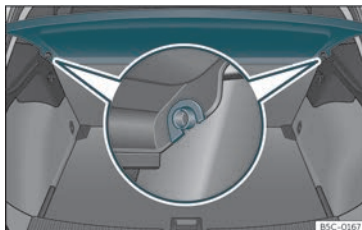

Fig. 115 Na bagageira: desmontar e montar a chapeleira.
- Desencaixe a chapeleira dos suportes laterais »» Fig. 115 puxando-a para cima e retire-a.
- Introduza a chapeleira horizontalmente fazendo coincidir a «fechadura» sobre o eixo dos suportes »» Fig. 115, e pressione para baixo até que encaixe.